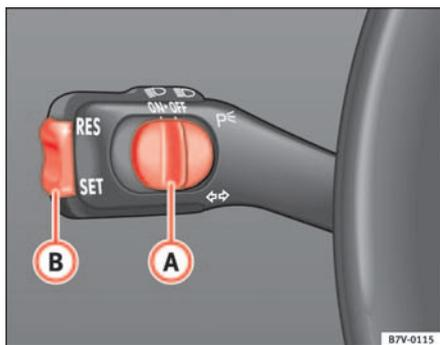
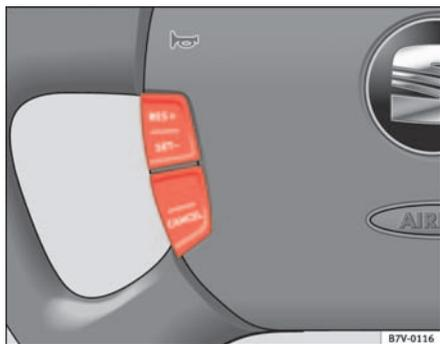

Abb. 133 Blinker- und Fernlichthebel: Schalter **A** und Wippe **B** für GRA
Abb. 134 Multifunktionslenkrad: Bedienelemente für die GRA
- Schieben Sie den Schalter  $\Rightarrow$  Abb. 133 **A** nach links auf **ON**. Bei eingeschalteter Geschwindigkeitsregelanlage leuchtet im Kombiinstrument das Symbol  auf.
- Schieben Sie den Schalter  $\Rightarrow$  Abb. 133 **A** nach rechts auf **OFF**, oder drücken Sie einmal die Taste  $\Rightarrow$  Abb. 134 **CANCEL**.
- Drücken Sie den unteren Teil der Wippe **SET**  $\Rightarrow$  Abb. 133 **B** oder die Taste  $\Rightarrow$  Abb. 134 **SET** einmal kurz, wenn die zu speichernde Geschwindigkeit erreicht worden ist. Die anliegende Geschwindigkeit wird gespeichert und konstant gehalten.
- Drücken Sie den oberen Teil der Wippe **RES+**  $\Rightarrow$  Abb. 133 **B** oder die Taste  $\Rightarrow$  Abb. 134 **RES+** so lange, bis die gewünschte Geschwindigkeit erreicht ist.
- Drücken Sie den unteren Teil der Wippe **SET-**  $\Rightarrow$  Abb. 133 **B** oder die Taste  $\Rightarrow$  Abb. 134 **SET-** so lange, bis die gewünschte Geschwindigkeit erreicht ist. Die Geschwindigkeit wird durch Gaswegnahme verringert, es wird nicht aktiv gebremst.
- Schieben Sie den Schalter  $\Rightarrow$  Seite 181, Abb. 133  auf „OFF“ oder
Zur Wiederaufnahme der Regelung, lassen Sie das Brems- oder Kupplungspedal los, schieben Sie den Schalter  auf ON oder drücken Sie den oberen Teil der Wippe  $\Rightarrow$  Seite 181, Abb. 133 **[RES+]** oder die Taste  $\Rightarrow$  Seite 181, Abb. 134 einmal.